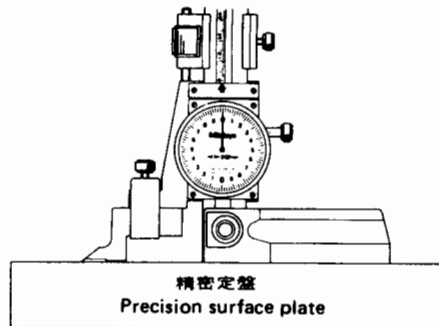

Fig. 4
- 使用する前に、必ずスクライバの測定面を精密定盤に密着させ指針がダイヤルのゼロ点と一致していることを確認します (Fig. 4)。
- Check the zero point of the indicator before measurements. The dial must read zero when the scriber is set on the surface plate (Fig. 4). If it does not, zero set the indicator following the way described on "HOW TO ZERO SET."